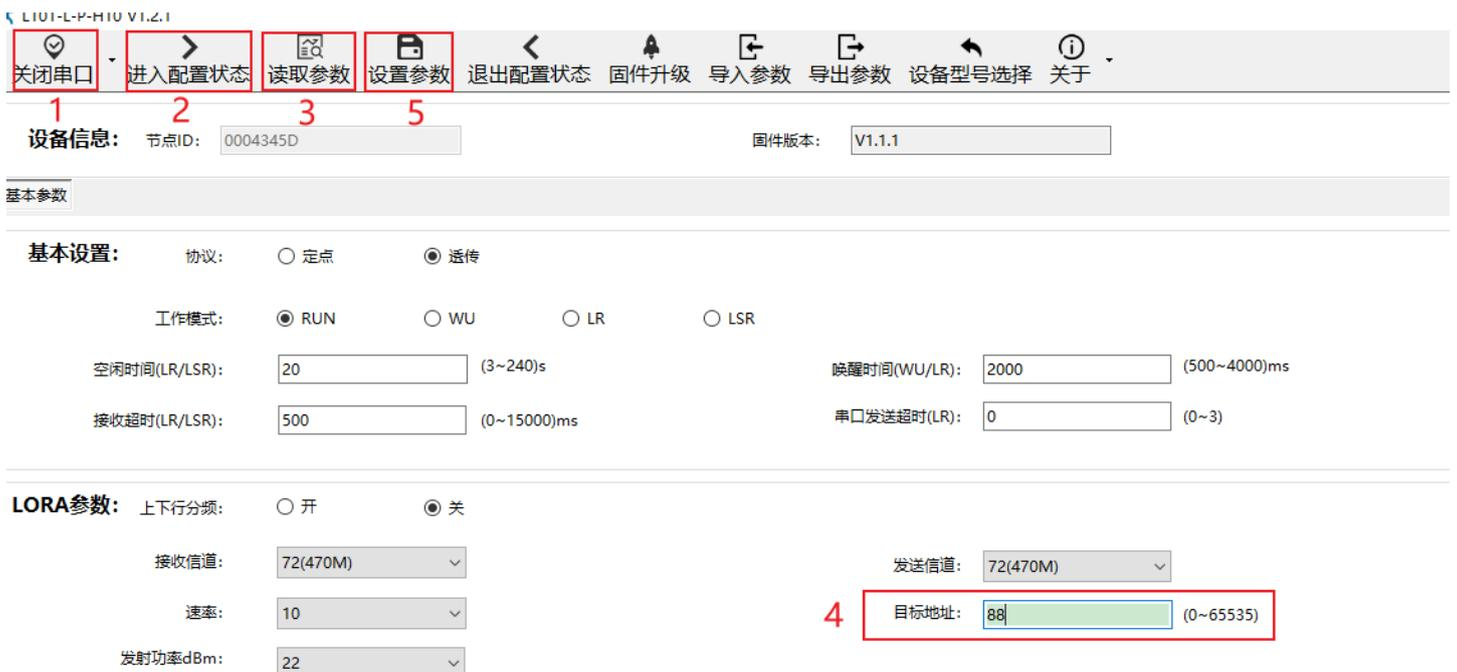

图 1 参数设置
① 使用串口分别将模块 A、B 接入 PC 机
② 打开 LoRa 设置软件（如图 1），选择 L101-L-P-H10，依次执行打开串口(115200,8,1,NONE,NFC)、进入配置状态、读取参数、配置上表中的参数、设置参数，成功后关闭 LoRa 设置软件。